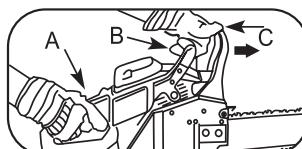

Рис. 6
3. Возьмитесь за заднюю рукоятку (A) правой рукой. (Рис. 6)
4. Левой рукой крепко возьмитесь за переднюю рукоятку (B), а не за рычаг тормоза цепи (C).
5. Нажмите на рычаг газа до 1/3 от его хода, после этого сразу же задействуйте рычаг тормоза цепи (C).